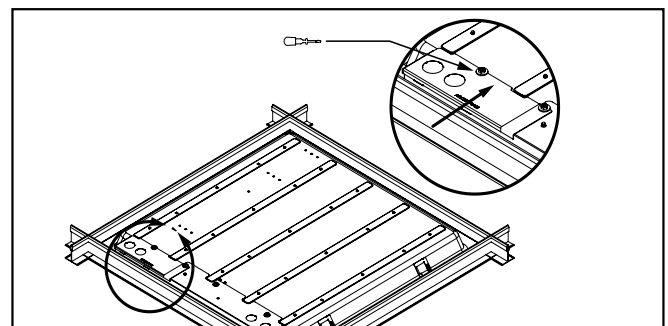

Figure 6.
3. Rentrez tous les fils et les serre-fils dans la boîte de jonction du luminaire, remplacez la plaque d'accès électrique et vissez solidement en place (Fig. 6).